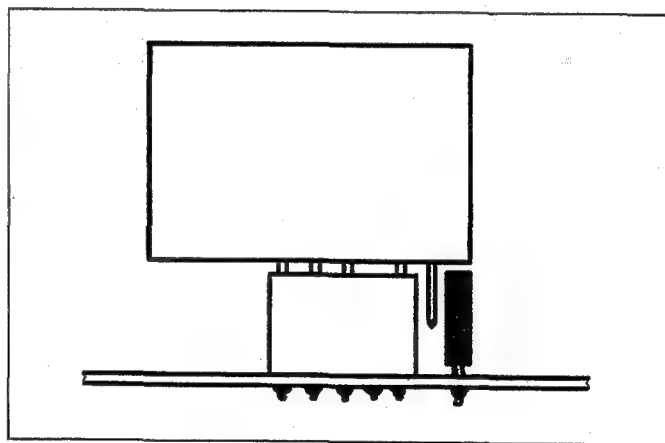

Fig. 3.5
- La plus petite platine à 6 pôles (1.179.183.21) du faisceau de câbles est enfichée dans la prise CIS à 5 pôles (pos. B sur l'ARM ELECTRONIC PCB) de manière que l'une des broches de raccordement reste libre entre la prise CIS et le condensateur (voir fig. 3.5).